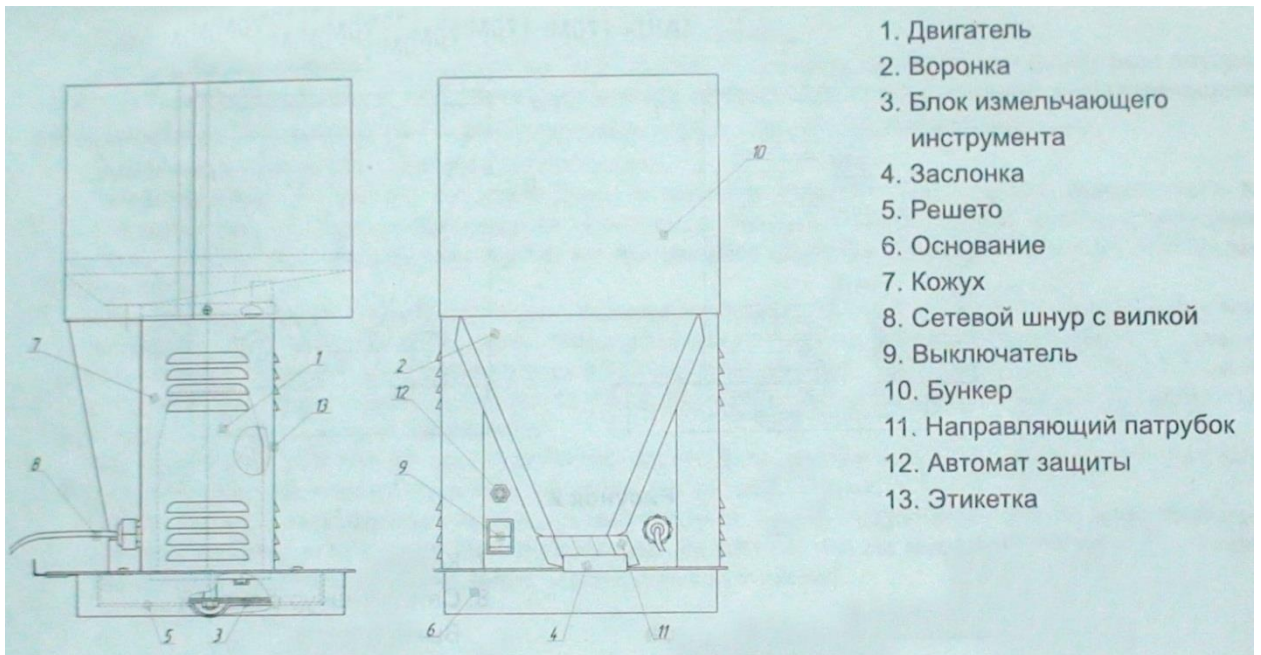

Рис.3
3. Модель **КБЭ-370Вт** (рисунок 3)